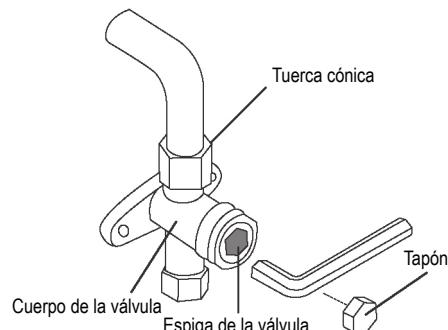

**Fig. 8.1**
2. Retire la cubierta de la caja de control eléctrico de la unidad exterior. Si la unidad exterior no tiene cubierta, retire los tornillos de la placa de mantenimiento y retire la placa de protección. (Vea la Fig. 8.1)